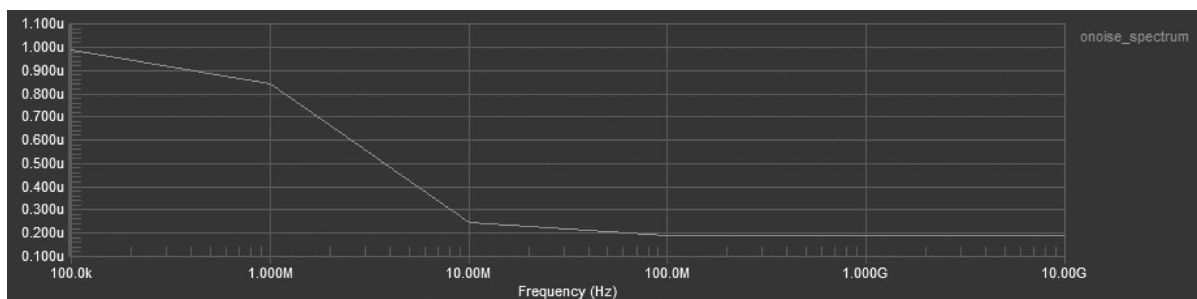

图 3-54 输出噪声谱密度仿真波形
(5) 在 Noise Spectral Density 界面按照上述的步骤创建一个新的绘图图表,并加入 onoise_spectrum,输出噪声谱密度仿真波形如图 3-54 所示。
(6) 保存工程文件,将其保存到 noise_analysis 目录下(可以根据情况保存到其他目录下),退出该设计工程。